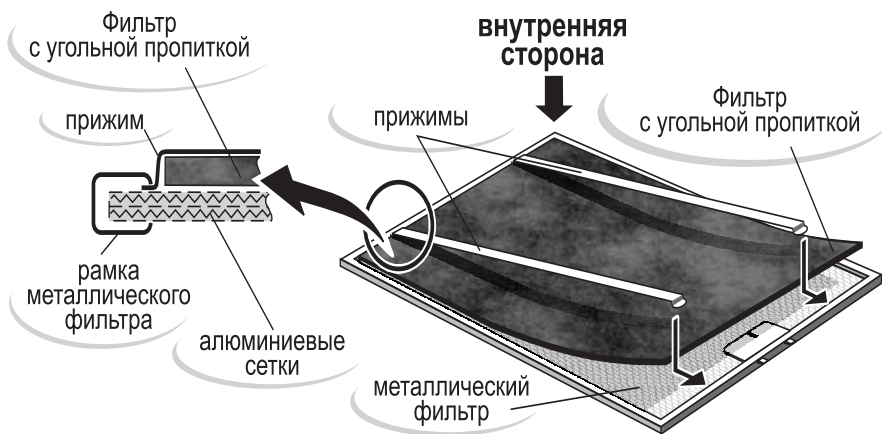

Рис. 3
- 5.2 С помощью фильтров с угольной пропиткой (Рис.3) (рекомендуется устанавливать на воздухоочистители, работающие в циркуляционном режиме) всасываемый воздух, дополнительно очищается частицами активированного угля. Фильтры с угольной пропиткой не подлежат регенерации и должны заменяться примерно каждые шесть месяцев (в зависимости от интенсивности эксплуатации).